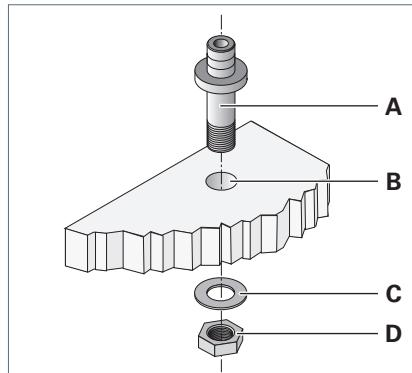

Fig. 3: Monter le tourillon de fixation.
- ▶ Faites passer le tourillon de fixation **A** depuis le haut par le trou **B** de la surface de montage, voir Fig. 3.